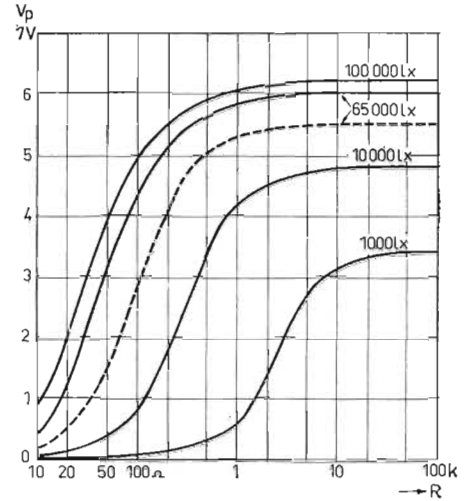

Fig 4
Heldragna kurvor visar sambandet mellan polspänningen (V_p) från ett solbatteri, bestående av 12 seriekopplade celler typ 120 C (surplus) och belastningsresistansen (R) vid artificiell belysning (fotolampor). Polspänningen är som synes starkt beroende av belysningens styrka. Max. uttagbar effekt vid 100 000 lx är ca 300 mW. Kortslutningsströmmen är vid samma belysning 60 mA, inre resistansen är ca 90 ohm vid mycket lågohmig belastning, motsvarande ca 7,5 ohm per cell och ca 13 ohm per cm^2 belyst cellarea. Jfr fig. 4. Streckad kurva gäller för solbelyst (65 000 lx) batteri. Max. uttagbar effekt är då ca 75 mW, kortslutningsströmmen 19 mA och inre resistansen ca 300 ohm (ca 45 ohm per cm^2 belyst cellyta).